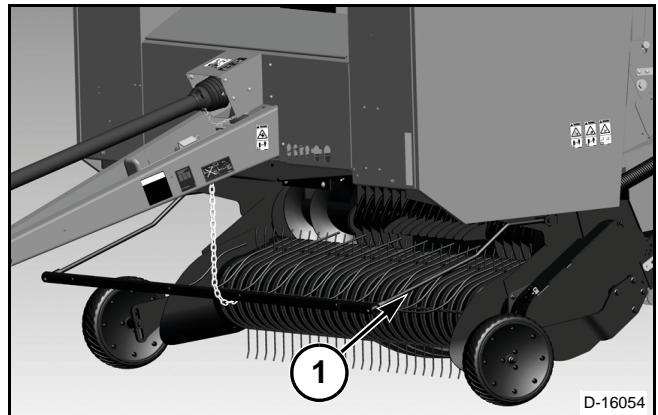

FIG. 6
FIG. 6: El equipo recolector (1) recoge y arroja el heno a la cámara de fardos. Los componentes principales del recolector son el eje del rotor, las barras de dientes, la pista de levas, el protector antiviento, la máquina de relleno, dos ruedas calibradoras y el sistema hidráulico de elevación del recolector.